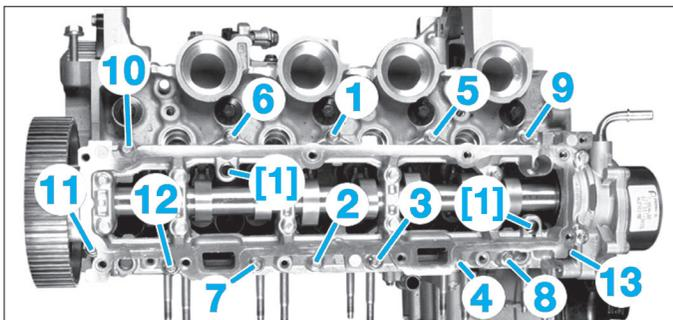

Fig. 57
- Reposer le carter supérieur de paliers d'arbre à cames sur la culasse en le centrant à l'aide des pèges [1] (Fig.57) introduites dans les trous prévus à cet effet.